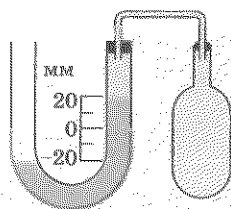

Рис. 2
2. У рідинному манометрі міститься ртуть (рис. 2). Ліве коліно манометра відкрите в атмосферу. Який тиск у посудині, якщо тиск атмосферного повітря дорівнює 100 кПа?